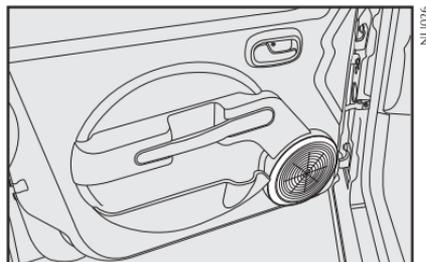

fig. 92
- dois alto-falantes full-range dianteiros de 6" com 20 W RMS de potência cada **fig. 92**;